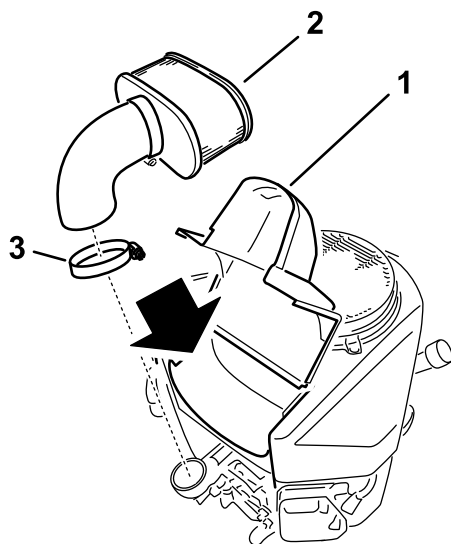

Bild 38
4. Lösen Sie die Schlauchklemme und entfernen den Papiereinsatz (**Bild 38**).